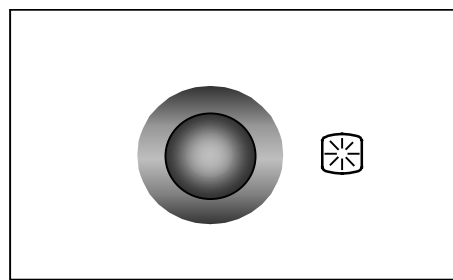

fig. 7
2. En même temps, appuyez sur le bouton d'allumage électronique (fig. 7) pour obtenir des étincelles. Maintenez le bouton enfoncé jusqu'à apparition de la flamme (une étincelle se produit environ toutes les secondes).